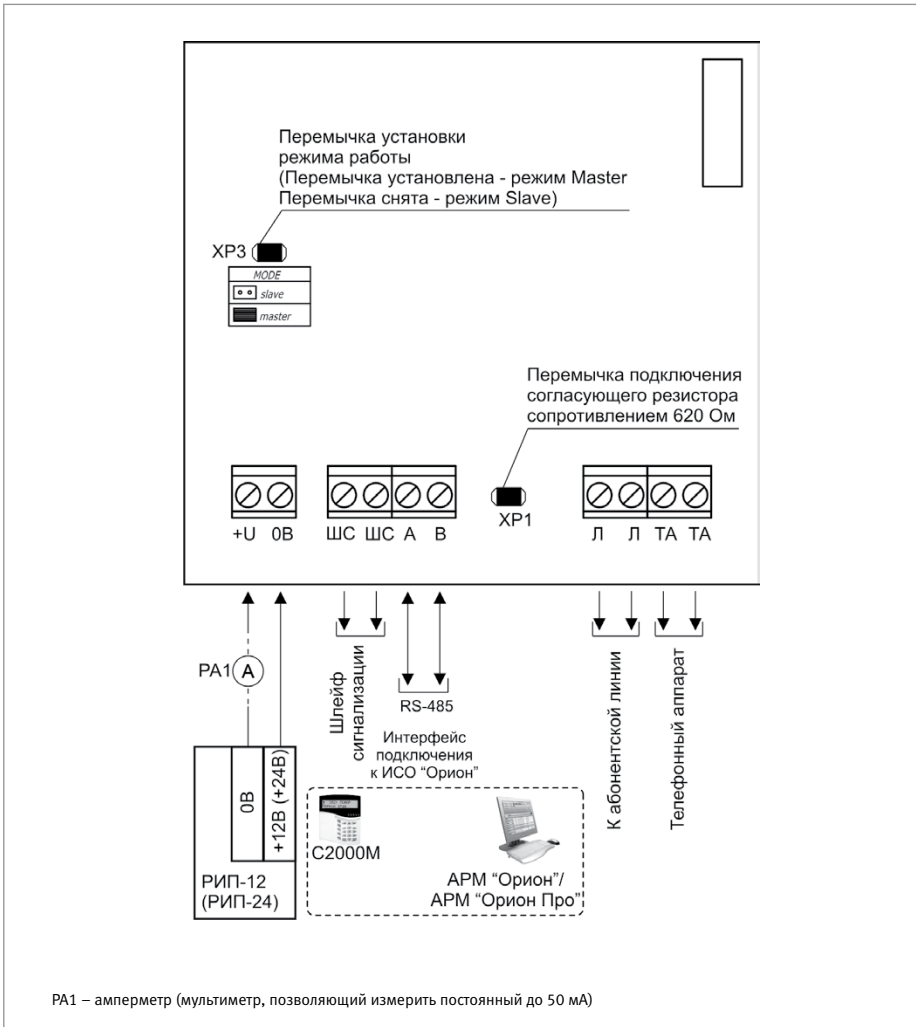

Рисунок 1. Схема подключения информатора телефонного «С2000-ИТ»
1.3. Подключение соединительных линий производите в соответствии с проектной документацией и схемой на Рисунок 1.